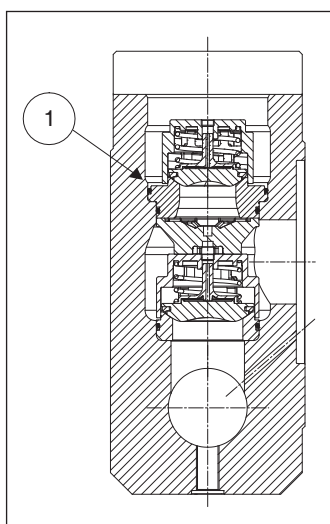

Fig. 189
**Prestare particolare attenzione all'inserimento dell'O-ring indicato in pos. ①, Fig. 189. Si consiglia l'utilizzo dell'attrezzo cod. 27760700 per evitare che l'O-ring possa tagliarsi durante l'inserimento.**